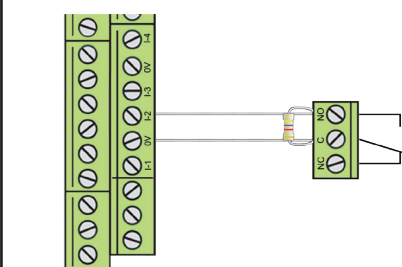

Fig. 4: Normalt öppen (NO)
- För normalt öppen (NO) larmgivare måste ändmotstånd placeras parallellt med reläkontakten (Fig. 4).